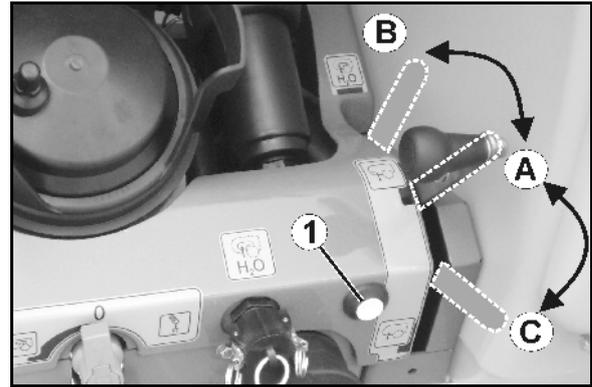

Fig. 86
- den Taster am Bedienfeld (Fig. 86/1).